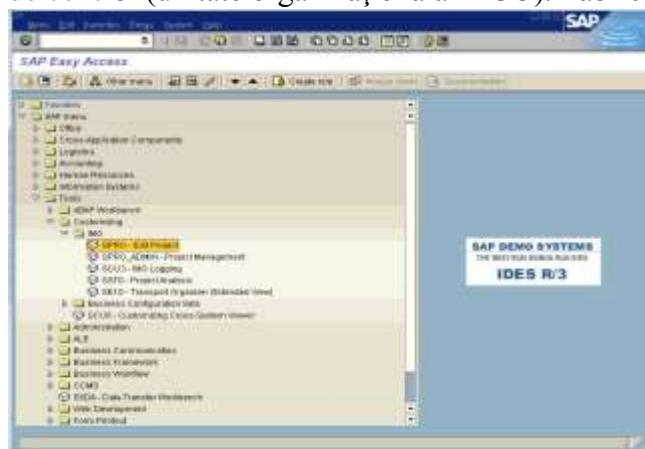

Figura 10: Accesare IMG
**SAP Menu->Tools->Customizing->IMG->SPRO-Execute Project->SAP Reference IMG** conform modului ilustrat de Figura 10, pe care o vom referi prin termenul **IMG (SAP Reference IMG); IMG – IMplementation Guide** – ghid de implementare (tranzacția cu codul **SPRO**).